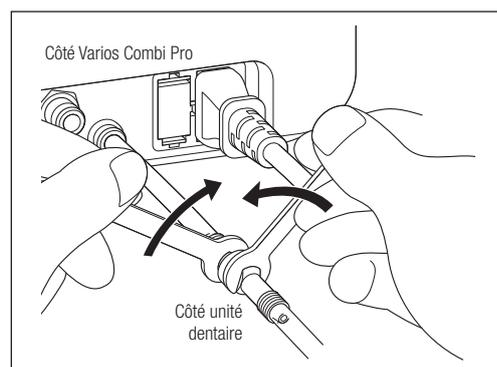

Fig. 57
- 3) Utilisez deux clés pour écrou (5 x 8) et tournez-les dans le sens indiqué sur la Fig. 57.